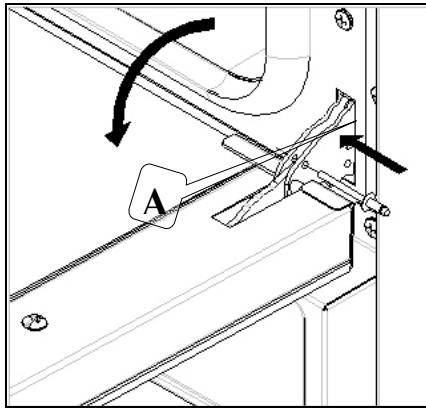

Fig. 6
- insertar los enchufes equipados en los agujeros "A" en las bisagras (Fig. 6);